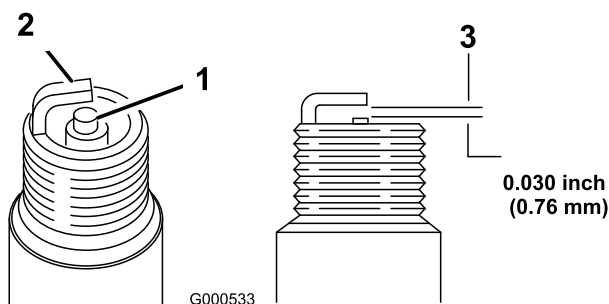

Figura 21
5. Defina a folga na nova vela de ignição para 0,76 mm como se mostra na Figura 21.